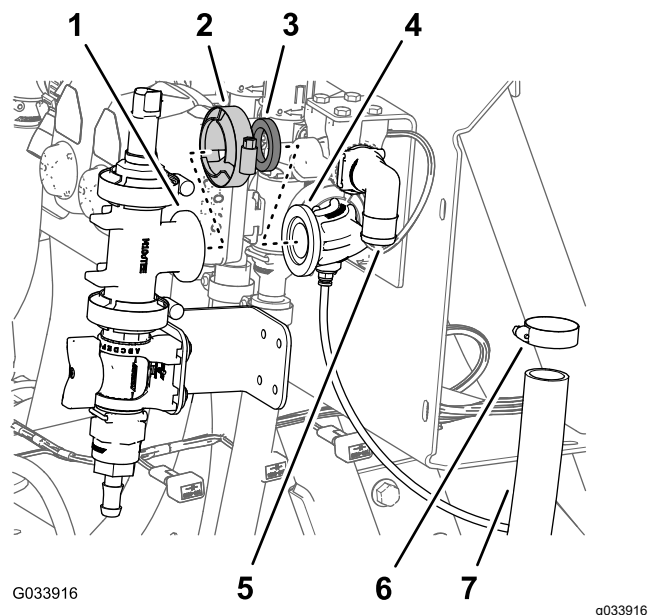
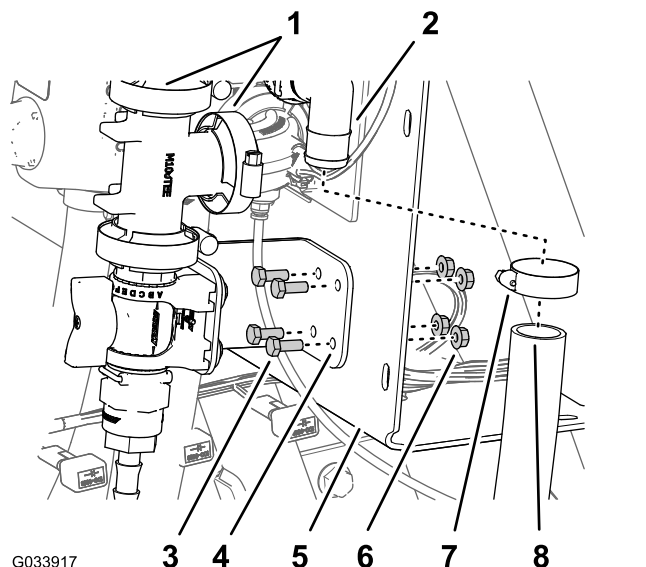

Figure 31
Figure 34
2. Fixez légèrement le raccord en T et le raccord à 90° avec un joint et un collier à bride (Figure 31).
1. Alignez la bride du raccord en T et la bride du raccord à 90°, comme montré à la Figure 31.
4. Retirez le collier, le joint, et le raccord en T avec la bride du raccord à 90° doté d'un connecteur pour le tube de détection (Figure 31).
1. Alignez la bride du raccord en T et la bride du raccord à 90°, comme montré à la Figure 34.
2. Fixez légèrement le raccord en T et le raccord à 90° avec un joint et un collier à bride (Figure 34).
au raccord à 90° doté d'un connecteur pour le tube de détection (Figure 31 et Figure 34).